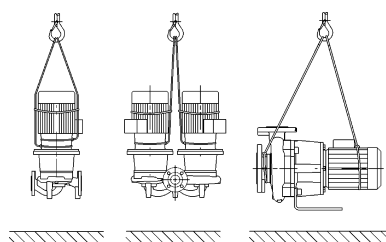

Fig. 7: Transport črpalke
- Transportna ušesca na motorju so pri tem namenjena samo kot vodilo pri pritrdjevanju bremena (Fig. 7).